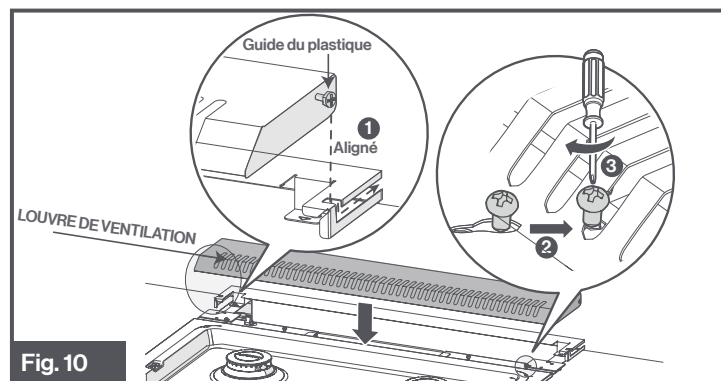

Fig. 10
2. Alignez les 2 guides en plastique situés de chaque côté du couvercle de ventilation et insérez-les dans la rainure du panneau décoratif arrière. (Fig. 10)
3. Placez le panneau d'aération sur le panneau décoratif arrière avec les ÉVENTAUX vers l'avant. Faites glisser le panneau d'aération le long de la rainure vers le mur jusqu'à ce qu'il se trouve directement derrière la table de cuisson. (Fig. 10)
4. Les fentes de montage glisseront sous les 4 têtes de vis lorsque le panneau d'aération sera correctement positionné. Serrez ensuite les quatre vis pour fixer le panneau d'aération à la table de cuisson. (Fig. 10)